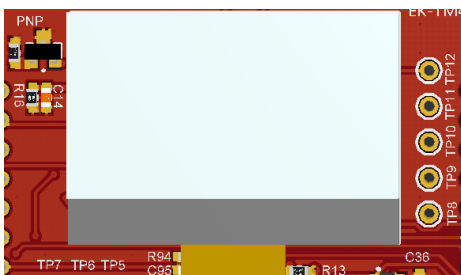

图 8 COG 屏控制 IO 的测试点
7) 为方便学习调试, 5 个控制 IO (不含背光 IO) 引出了测试点 (TP8 至 TP12), 测试点位于屏幕的右侧, 如图 8 所示。